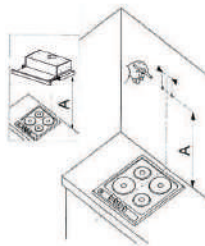

Рис. 7
- Приложите корпус вытяжки к стене (рис. 7), сохраняя минимальное расстояние 650 мм для газовых и 600 мм для электрических плит между нижним краем вытяжки и поверхностью для приготовления пищи на плите.